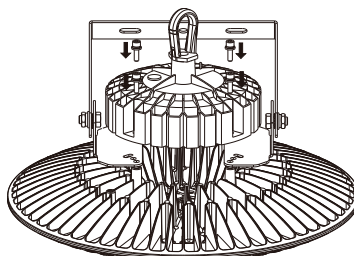

Fig. 5
2. Ajoutez le support en U au boîtier et alignez les trous de montage du pilote avec les trous du support. Les trous de montage pour le pilote, le support et le boîtier doivent s'aligner. (**Figure 5**).